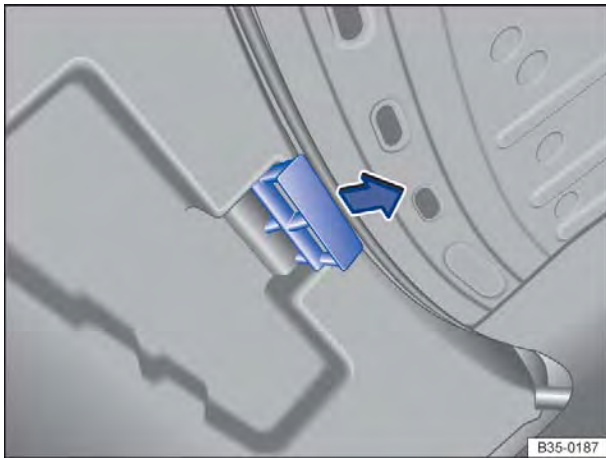

Fig. 220 A partir do compartimento de bagagem: destravar a tampa do compartimento de bagagem emergencialmente (variante 1).
- Pressionar a alça no sentido da seta ⇒ Fig. 220 para destravar a tampa do compartimento de bagagem.